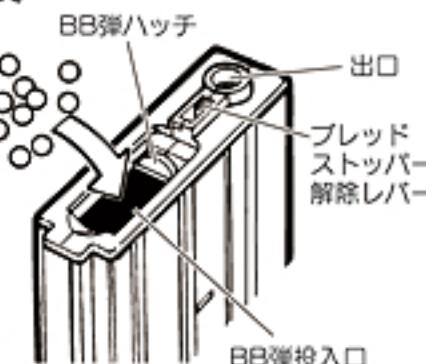

図1
② BB弾ハッチを閉めます。
■撃ち終わった後、導管に残った弾はマガジンを逆さまにして、図1の解除レバーを引くことによって出すことができます。
③ BB弾投入口を上にして、底部のギアを矢印の方向へいっぱいまでまわします。BB弾が図1の出口まで上がってきている事を確認します。ギアをまわし続けると、ジージーという音がカチッカチッという音に変化します。これで準備OKです。(BB弾が少量しか入っていない場合はカラ回りするだけです。)
① Open the BB bullet hutch and insert BB bullets. The magazine can contain about 300 bullets. (Avoid pressing bullets into the magazine using excessive force.)
② Close the BB bullet hutch.
③ Hold the magazine with the BB bullet entrance faced upwards and turn the gear at the bottom all the way to the direction of arrow. It is fully turned when ji-jii sounds change to click-click sounds. (The gear turns without load if only a limited number of bullets exists.) Check that BB bullets are moved up to the exit shown in Fig.1 and then insert the magazine into the rifle.